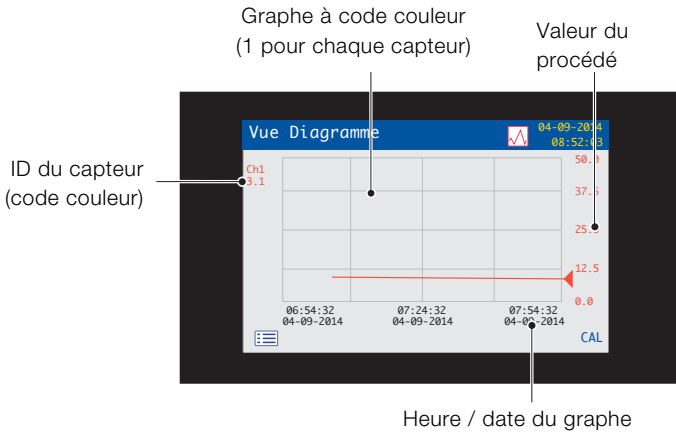

Fig. 8.8 Vue Diagramme
- *Vue Diagramme* – représente les mesures du capteur sous forme d'une série de graphes à code couleur – voir Fig. 8.8